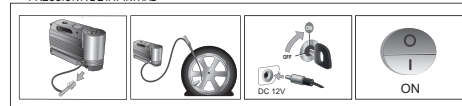

fig. 152
- pieghevole informativo (vedere fig. 152), utilizzato per un pronto uso corretto del kit di riparazione rapida dei pneumatici e successivamente consegnato al personale che dovrà maneggiare il pneumatico trattato;